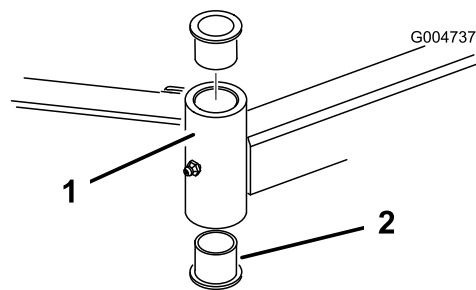

図 27
4. ピンポンチを使って、チューブの上または下からブッシュをたたき出す(図 27)。他のブッシュも、同様にしてチューブから取り外す。チューブの内部をきれいに清掃する。